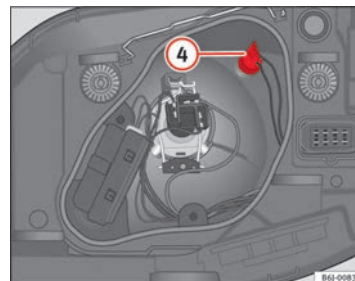

Abb. 150 Standlicht
- Nehmen Sie den Lampenträger ④ ⇒ Abb. 150 heraus.
- ③ Abblendlicht
- ④ Blinkleuchte